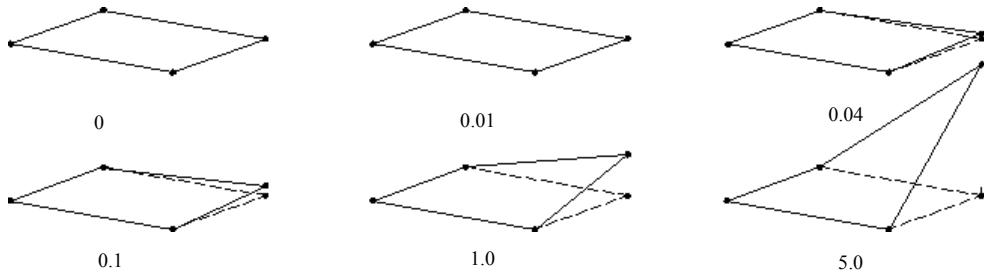

图 5.4.16 Warping Factor 二维图形变形
- 图 5.4.16 所示的是二维四边形壳单元的 Warping Factor 逐渐增加的网格变形图形，从图可知 Warping Factor 由 0.0 增大至 5.0 的过程与网格扭曲程度成正比。